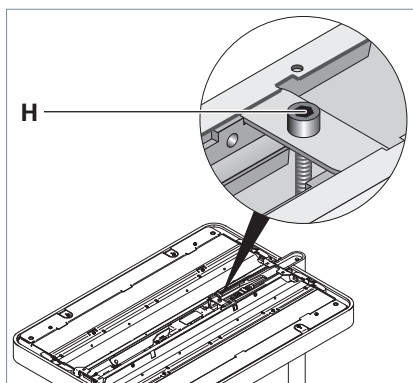

Fig. 5: Leuchtenkopf justieren.
- Drehen Sie die Justierschraube **H** so lange, bis sich der Leuchtenkopf in waagrechter Position befindet, siehe Fig. 5.